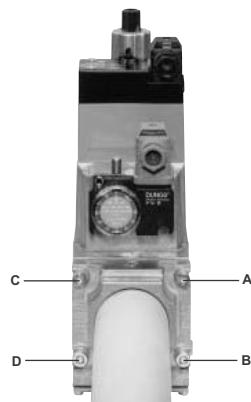
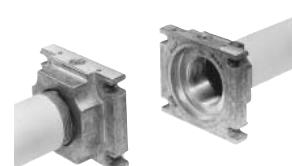

Рис. 30
Рис. 32
- 6 Установить патрубок на горелке, обращая внимание на обозначения, изображенные на Рис. 32.
- 2 Вытянуть конечную часть головки сгорания, вращая ее легкими движениями влево-вправо до тех пор, пока указанные отверстия (Рис. 30) не совпадут и закрепить ее винтом, указанным на Рис. 32.